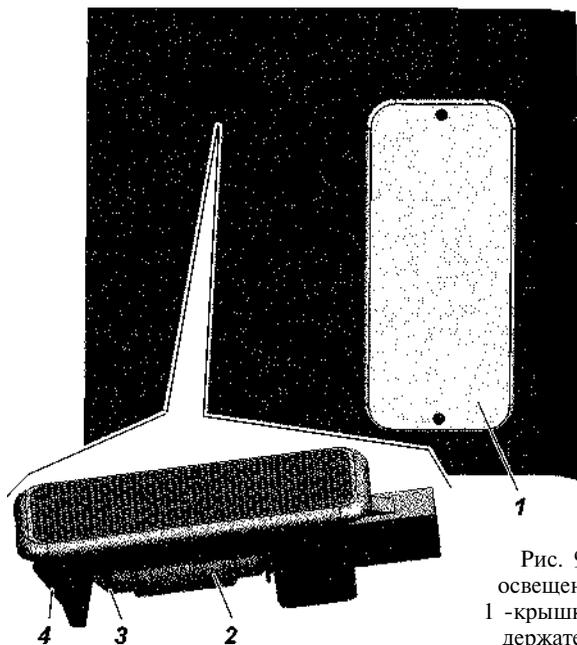

Рис. 9.43. Плафон
**Плафон освещения багажника** на автомобиле УАЗ ПАТРИОТ расположен на правой боковине багажного отделения (рис. 9.43). Для замены лампы извлеките плафон выталкиванием через боковой лючок под крышкой 1. Замените лампу 2 отжав держатель 3.